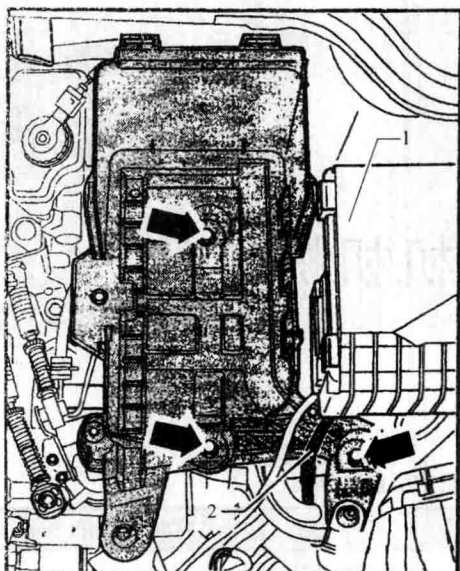

图 1-1 拔下发动机导线
7) 拆卸前围排水槽前围隔板。打开电控箱盖，拧下导线。拧出图 1-1 箭头所示的螺栓，拆下蓄电池支架。从发动机控制单元上拔下发动机导线束的插头。